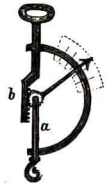

Abb. 24
6. Die **Kraftmesser (oder Dynamometer)**, mit denen man große Gewichte rasch abmessen kann, sind starke Federn, deren geringe Dehnung durch ein Zahnradchen auf einen Zeiger übertragen wird. Erkläre die Einrichtung an Hand von Abb. 24!